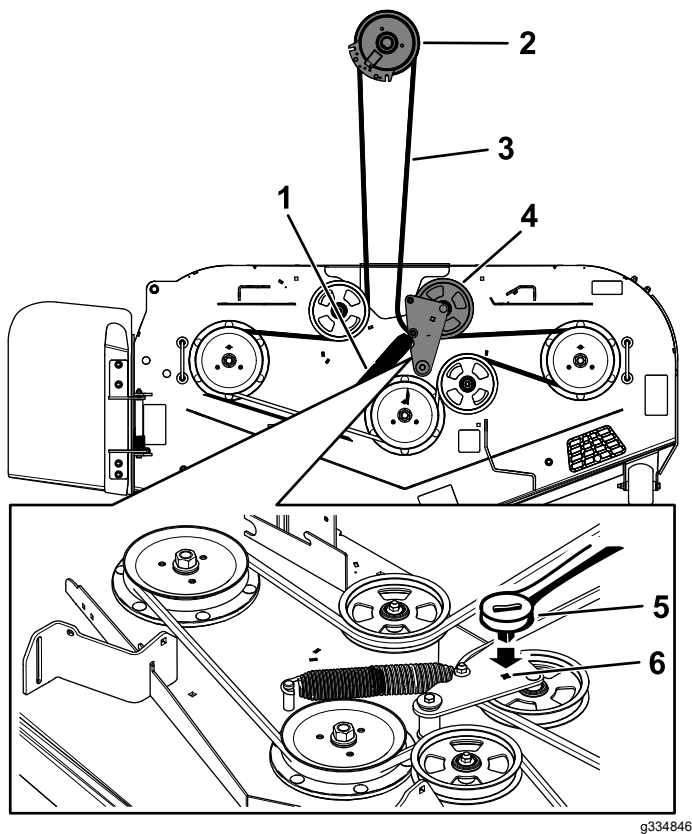

Figura 64
8. Utilice una llave de carraca de $\frac{3}{8}$ " en el taladro cuadrado del brazo tensor para aliviar la tensión del muelle tensor (Figura 64).
10. Instale la guía de la correa en el brazo tensor tensado con muelle (Figura 64).
12. Pase la correa nueva alrededor de las poleas de la segadora y de la polea del embrague, debajo del motor (Figura 64).
13. Instale la guía de la correa en el brazo tensor (Figura 64).
14. Con la ayuda de la llave de carraca de $\frac{3}{8}$ " en el taladro cuadrado, instale el muelle tensor (Figura 64).